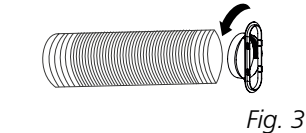

Fig. 3
- 2 Extienda el otro lado del tubo y enrósquelo al extremo de salida (Fig. 3).